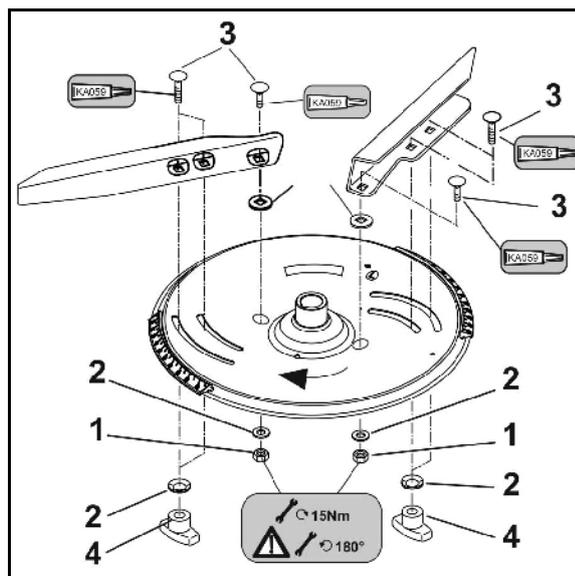

Fig. 76
8. Montez le raccord vissé rapidement démontable, comprenant la vis à tête ronde, la rondelle et l'écrou à ailettes. Veillez impérativement à ce que la face ouverte de la rondelle soit orientée vers le disque d'épandage démontable (Fig. 76/4), comprenant la vis à tête ronde, la rondelle et l'écrou à ailettes. Veillez impérativement à ce que la face ouverte de la rondelle soit orientée vers le disque d'épandage.